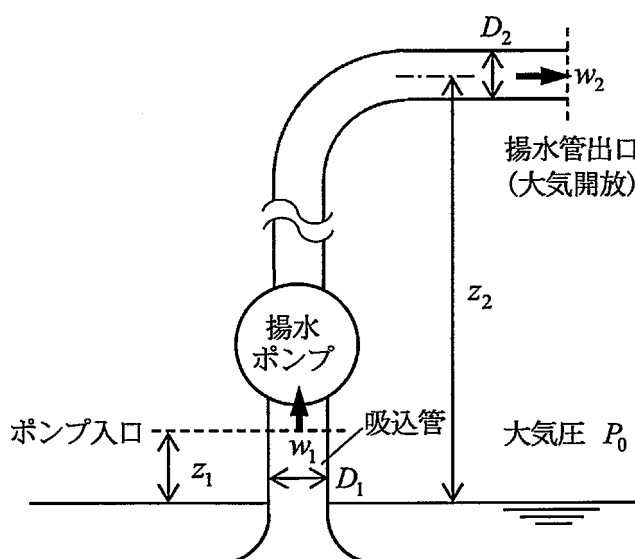

図2
- (3) 図2に示すように、ポンプ効率が0.7の揚水ポンプを用いて、十分に大きな貯水槽から流量 $1.5 \text{ m}^3/\text{min}$ で揚水することを考える。